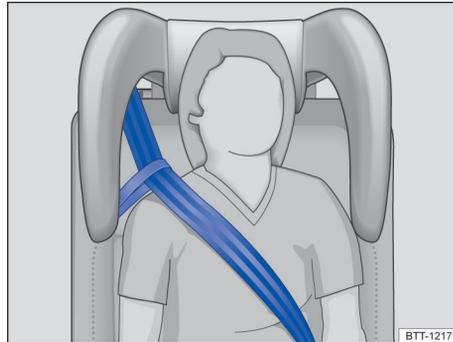

图 47 集成式儿童座椅：安全带导向件固定的安全带
- 请确保门侧的安全带穿过儿童座椅头枕（→ 图 47 所示）。
安全带导向环可优化安全带的走向使之经过儿童肩部中心→图 47。
- 将安全带导向件通过双头纽扣固定在带侧面支撑的儿童座椅头枕的靠车窗侧（→图 47）。